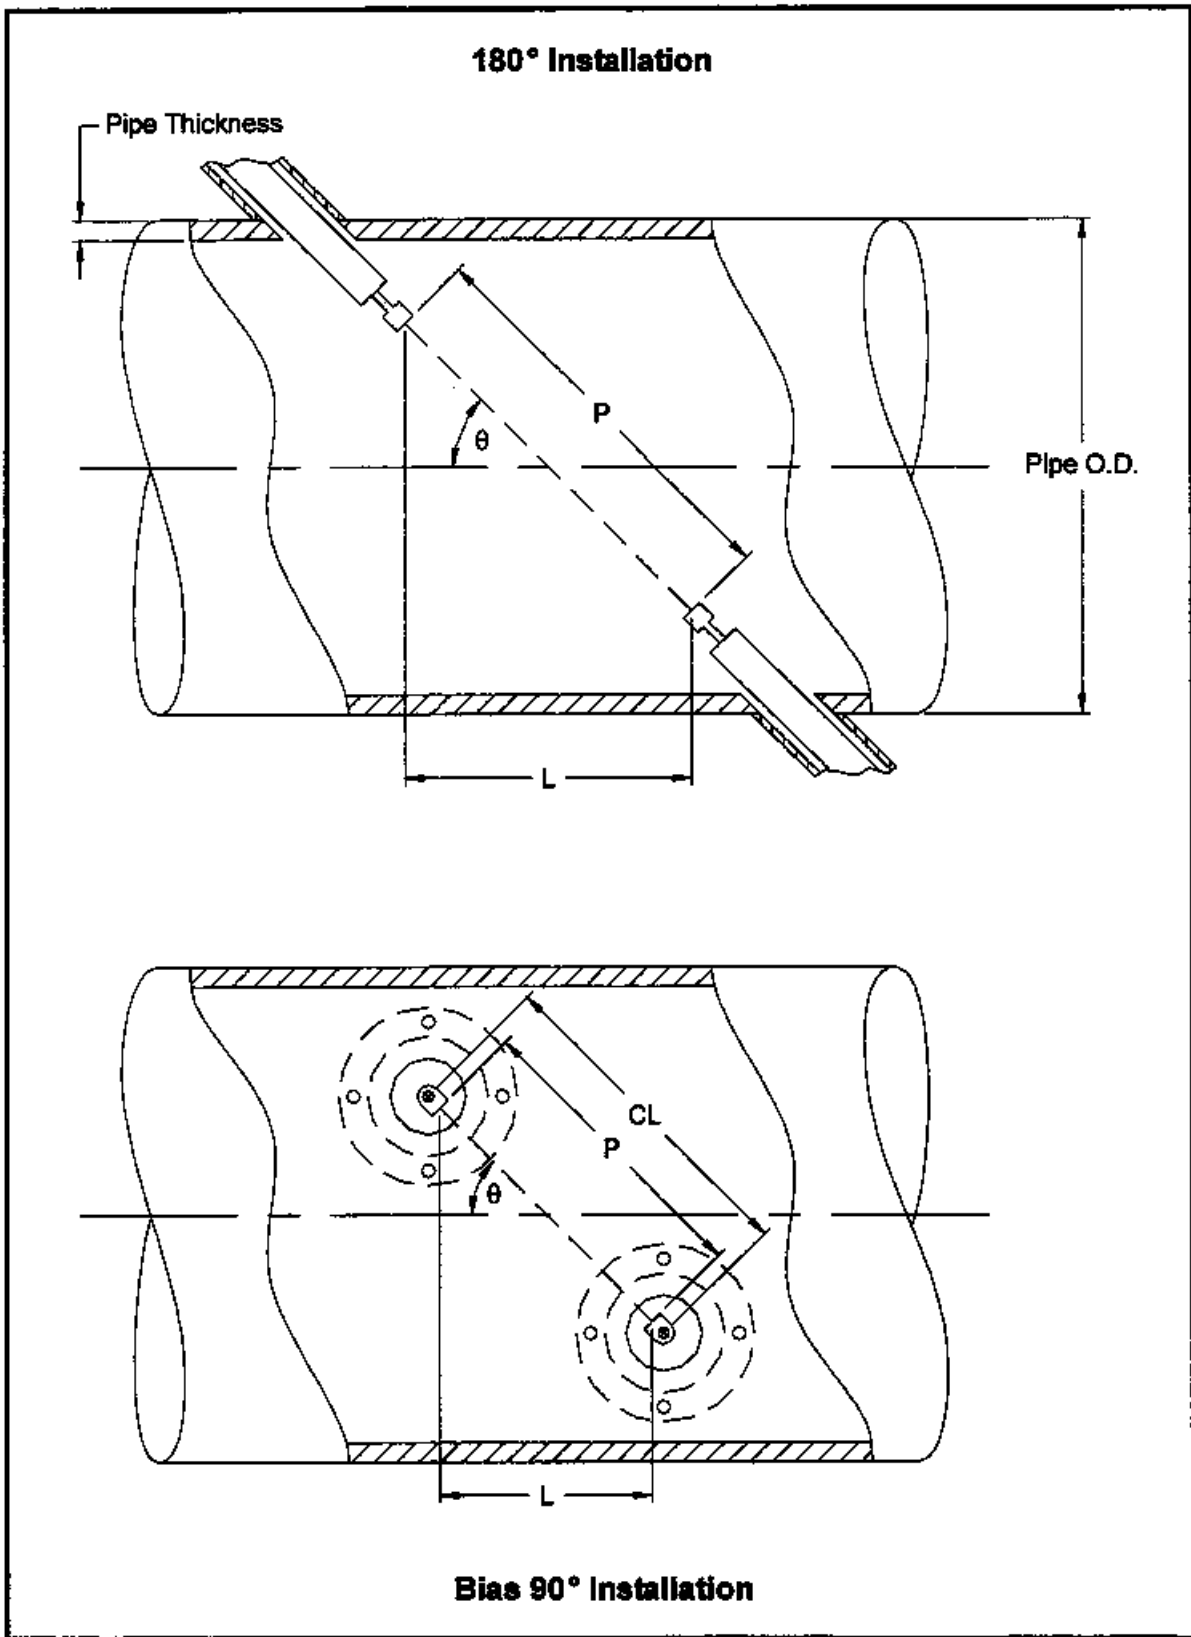

図 C-1 : トランスデューサ取付け部の上面図
プログラムされるPとLの値の精度は、正確な流量計測にとって重要です。当社がそのシステム用のフローセルを供給する場合は、正しい値は装置に付属のドキュメントに記述されています。既存の配管にトランスデューサを取付ける場合は(C-2 ページの図 C-1 参照)、PとLは現場で測定しなければなりません。この付録では、これらの寸法の正しい決定方法について説明します。
可能ならば、トランスデューサの面間距離(P)とトランスデューサの平坦な表面の中心間の軸距離 (L) を物理的に計測します。典型的な取付け状態における正しい距離の図については、C-2 ページの図 C-1 を参照してください。
バイアス90度の取付けでは、既知のパラメータはトランスデューサの角度(θ)とトランスデューサ本体間の中心線距離(CL)だけということもあります。これらの場合でも、上記の式 C-1 に次の式 C-2 を組み合わせることによってPとLの両方を計算できます(C-2 ページの図 C-1 参照)。